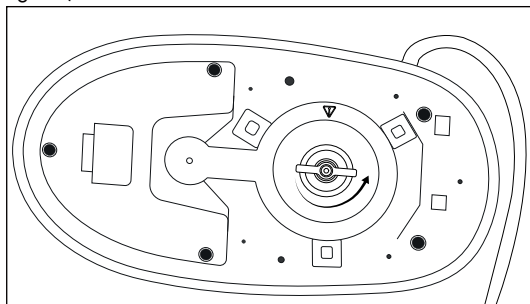
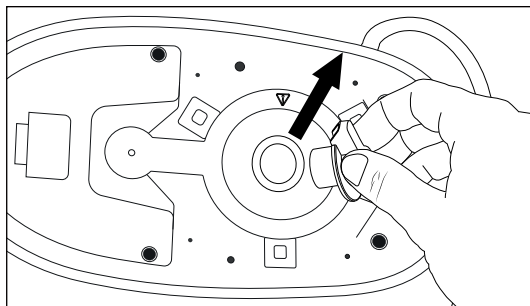

Fig. 11
Fig. 12
- 3) Desenrosque el cierre de la cámara de vapor **7** en sentido antihorario y retire el cierre de la cámara de vapor **7** del orificio (consulte la fig. 11 y la fig. 12).